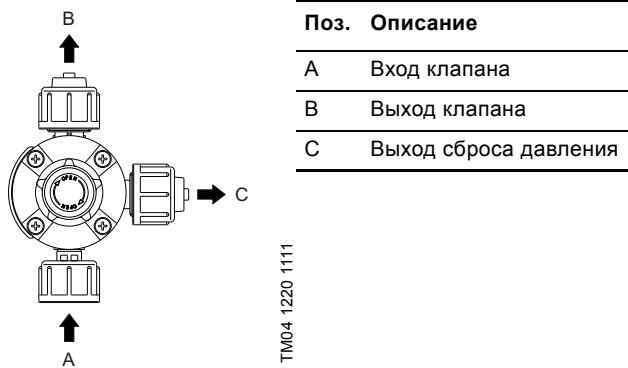

Рис. 2 Соединения
У него имеется вход (A), выход на стороне нагнетания (B) и выход сброса давления без нагрузки (C). См. рис. 2.